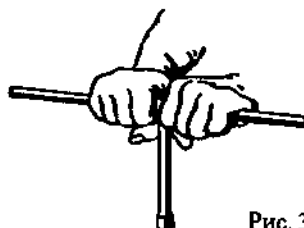

Рис. 3
3. Вставить вороток в торцевой ключ и, держа руки как показано на рис. 3, подтянуть болты предварительно (примерно с моментом 3 кгм, в отдельных случаях с большим крутящим моментом, как указано в табл. для каждого двигателя